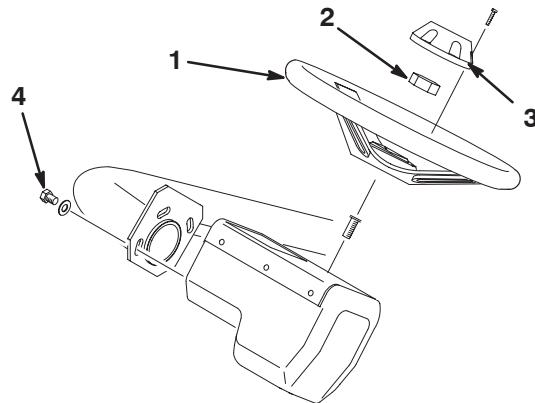

Figure 8
- Glissez le volant sur l'arbre de direction et fixez-le avec l'écrou de blocage (Fig. 8). Serrez-le à 43 Nm.
- Fixez le couvre-moyeu au volant avec la vis (Fig. 8).
Remarque : Le volant peut être réglé en avant et en arrière pour plus de confort. Pour ce faire, desserrez les trois vis de fixation, pivotez le volant à la position voulue et resserrez les vis (Fig. 8).